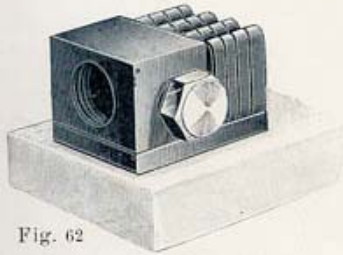

Fig. 62
N.-B. — Avoir soin, dans les commandes, d'ajouter la mention suivante au numéro de l'interrupteur : " avec prises, fig. 62 "